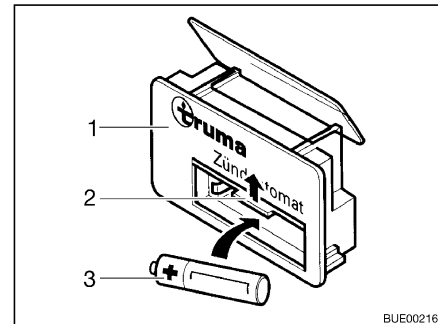

Fig. 91 Dispositivo di accensione
- Spingere la copertura (Fig. 91,2) del vano batteria sul dispositivo di accensione (Fig. 91,1) verso l'alto.
- Inserire una nuova batteria (Fig. 91,3) dello stesso tipo nel vano batteria del dispositivo di accensione rispettando la polarità (+/-). Utilizzare soltanto batterie Mignon resistenti alle alte temperature (+70 °C) e sicure da perdite.